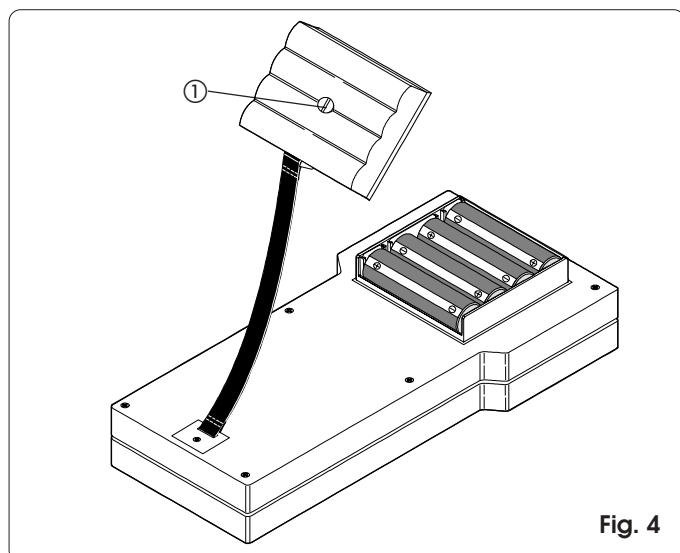

Fig. 4
Haal de sluitschroef van de batterijruimte op de onderkant van de FAAC TOTUM (fig. 4 ref. ①) los en til het deksel op. Plaats de vier alkalinebatterijen LR6 "AA" in de ruimte (neem hierbij de polariteit in acht), en sluit het deksel weer.